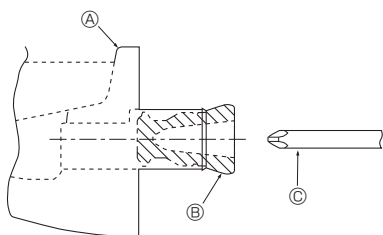

Fig. 5-1
- Si vous installez le tuyau sur le côté gauche, soyez sûr d'insérer le bouchon en caoutchouc dans l'orifice d'évacuation droit. (Fig. 5-1)
- ① Bac d'évacuation
- ② Bouchon
- ③ Introduire par exemple un tournevis profondément dans la bouchon.